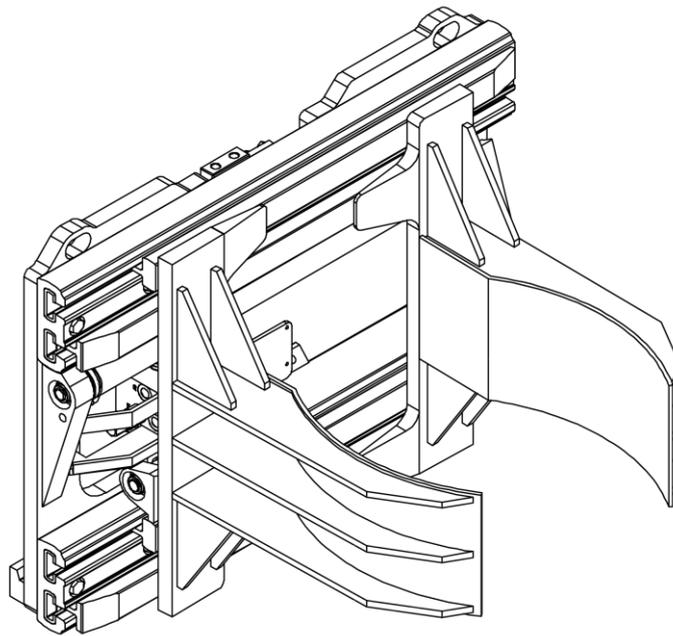
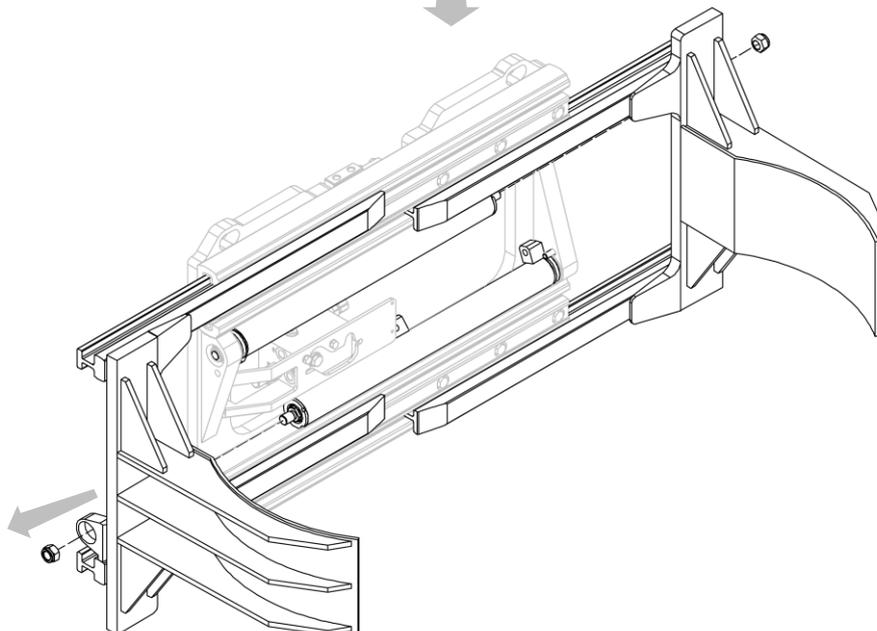

Abbildung 34
Abbildung 35
2. Lösen Sie die Muttern, mit denen die Gabelzinken an den Spannbacken befestigt sind (siehe *Abbildung 34* und *Abbildung 35*).